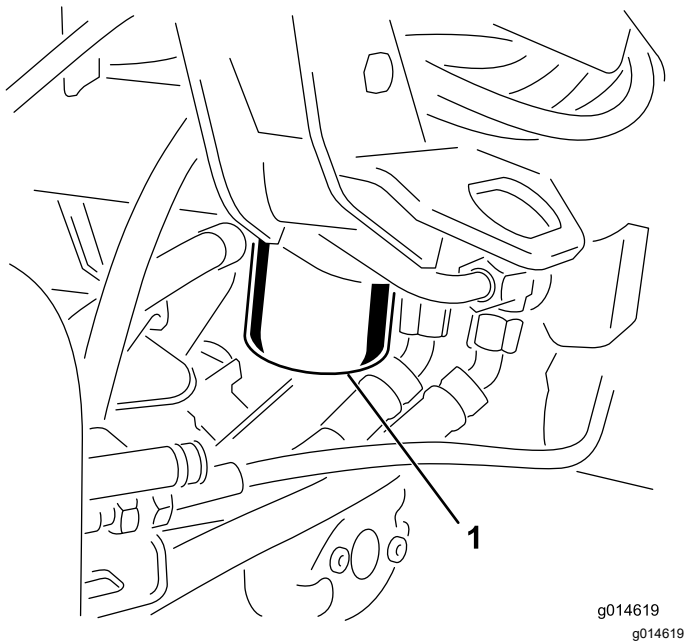

Figure 45
3. Placez un bac de vidange sous le bouchon de vidange du côté droit de la machine (Figure 45).
5. Déposez le filtre hydraulique usagé de la tête du filtre, puis installez rapidement le nouveau filtre hydraulique (Figure 45) en le vissant à la main jusqu'à ce que le joint touche la tête du filtre, puis serrez-le encore de 3/4 de tour.